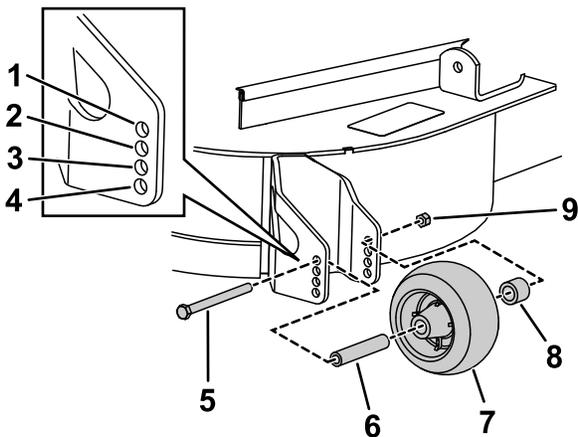

Figure 14
- Après avoir réglé la hauteur de coupe, réglez les galets en retirant l'écrou à embase, la bague, l'entretoise et le boulon (Figure 14).
- Montez l'écrou à embase, la bague, l'entretoise et le boulon. Serrez à un couple de 54 à 61 N·m (Figure 14).